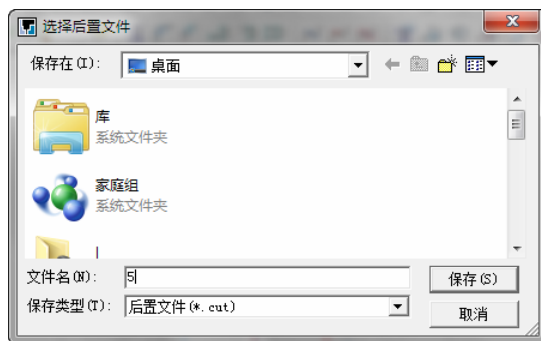

图 8-207 选择后置文件对话框
3) 选择下拉菜单“加工”→“后置处理”→“生成 G 代码”命令，系统自动弹出“生成后置代码”对话框。根据自己的意愿选择存取后置文件 (*.cut) 的地址。并要求用户填写后置程序文件名，可对其进行编辑，如图 8-207 所示。